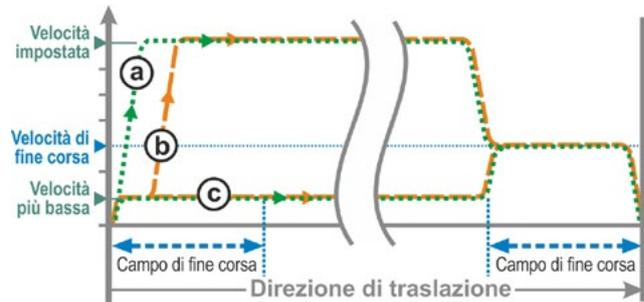

Fig. 2: Velocità di fine corsa "Avvio rapido"
- In caso di spegnimento **in funzione della corsa**, l'attuatore passa immediatamente alla velocità impostata, per raggiungere un tempo di corsa quanto più breve possibile. Si veda anche fig. 2, curva a.